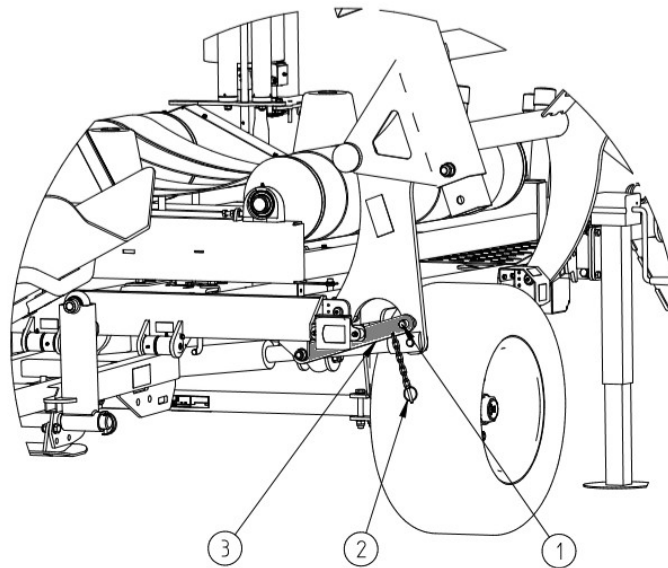
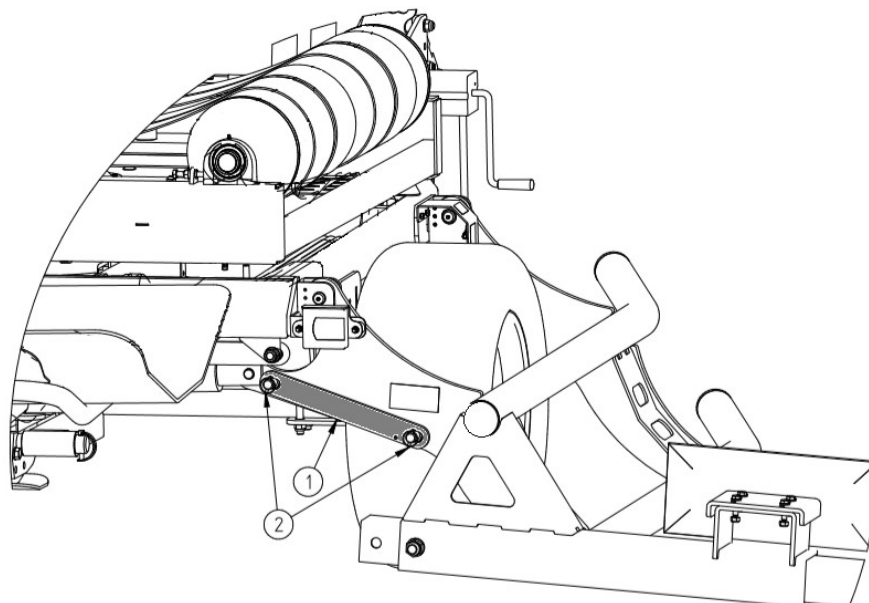

Abbildung 20 Mechanischer Greiferschutz
Abbildung 21 Sichern des Greifers - Arbeitsstellung
In der Transportstellung wird der Greiferarm angehoben und mit dem mechanischen Schloss Abb. 20 verriegelt. Vor der Arbeit auf dem Feld entfernen Sie den Sperrflachstab (3) aus dem Ballengreifer (Abb. 20), indem Sie den Splint (2) aus dem Bolzen (1) ziehen, den Flachstab abnehmen und in der Arbeitsposition sichern (Abb. 21).
- Sichern Sie beim Transport zum Einsatzort den Greiferarm mit der Flachstange und dem Splint, Abb. 20